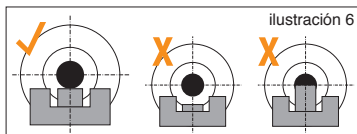

ilustración 6
EL RIFLE UMAREX® OCTANE tiene miras abiertas. Los rifles de aire comprimido con este tipo de mira están correctamente apuntadas cuando la hoja del punto de mira está ubicada exactamente en la muesca de la mira. El centro del blanco debe parecer que descansa en la parte de arriba del frente de la mira (**ilustración 6**).
Ajustes de las Elevaciones- Si el rifle dispara alto: gire la rueda (1) de arriba en sentido de las agujas del reloj (vea la **ilustración 6**). Si el rifle dispara bajo: gire la rueda en sentido contrario de las agujas del reloj.